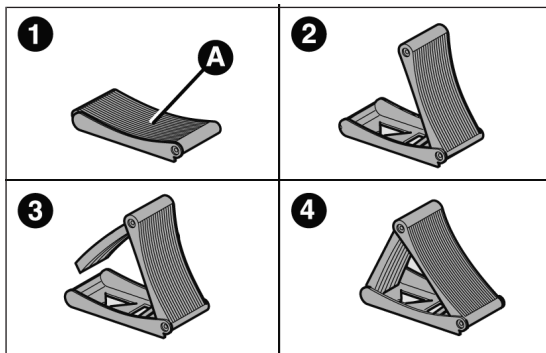

fig. 158
- prendre la cale de blocage A de la boîte à outils et l'ouvrir en livre selon le schéma illustré sur la fig. 158 ;